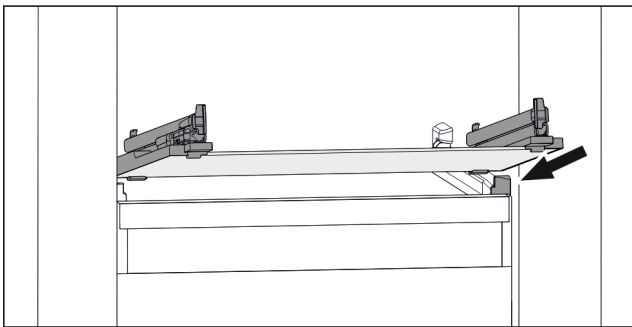

Fig. 109 Beispielhafte Darstellung der Glasplatte
- Glasplatte schräg hinter den Stopperr aufsetzen. (siehe Fig. 109)